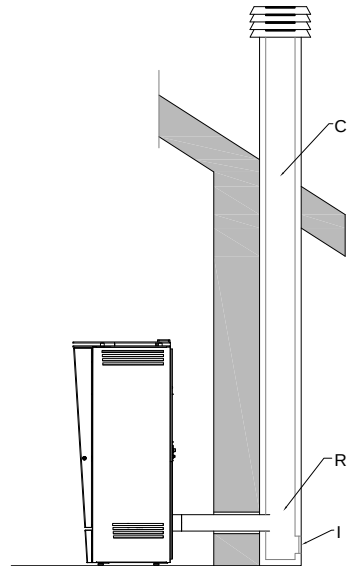

Figura 2.5: Salida mediante conducto de humos convencional
Los humos de combustión de pellets pueden extraerse también utilizando conducto de salida de humos convencional pre existente (figura 2.5), siempre que sea conforme con la norma (véase UNI 10683). Se enumeran a continuación algunas de las principales características que resalta la norma y que aseguran que la salida de humos sea correcta (C):